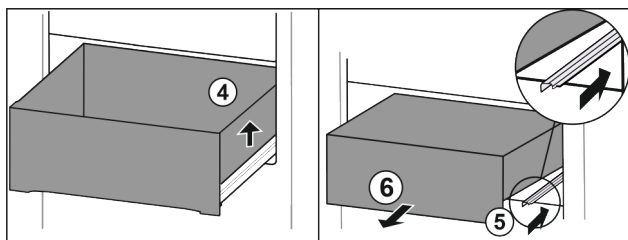

Fig. 22
- Nadzvedněte zásuvku vpravo. Fig. 22 (4)
- Zasuňte pravou kolejničku. Fig. 22 (5)
- Vyjměte zásuvku dopředu. Fig. 22 (6)